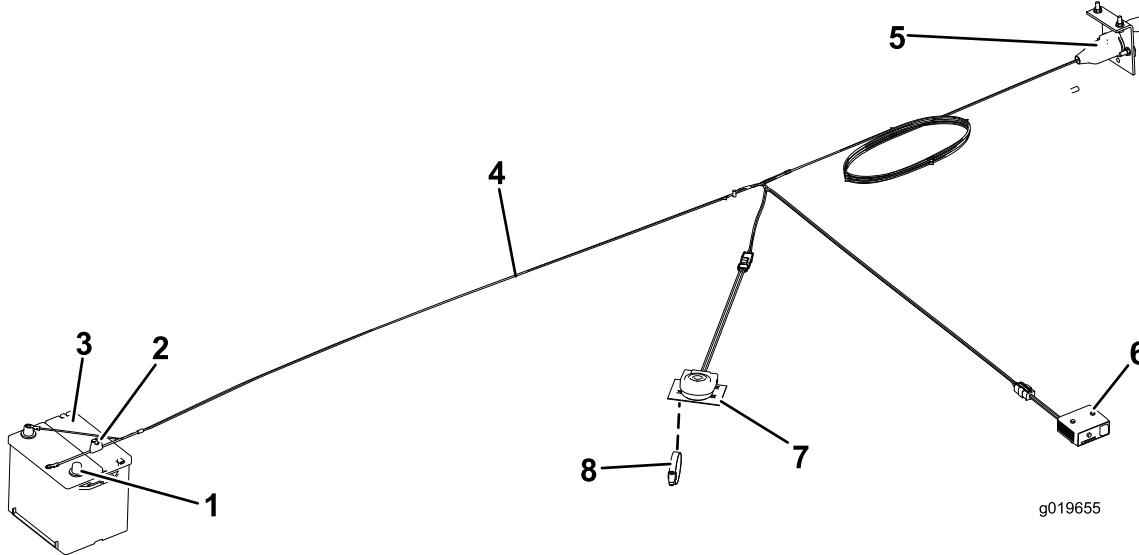

Figure 11
5. Montez le régulateur de charge sur la planche de bord du tracteur ou sur l'aile à l'aide des (2) vis n° 10 et écrous n° 10.
7. Connectez le faisceau aux composants (Figure 11) comme suit :